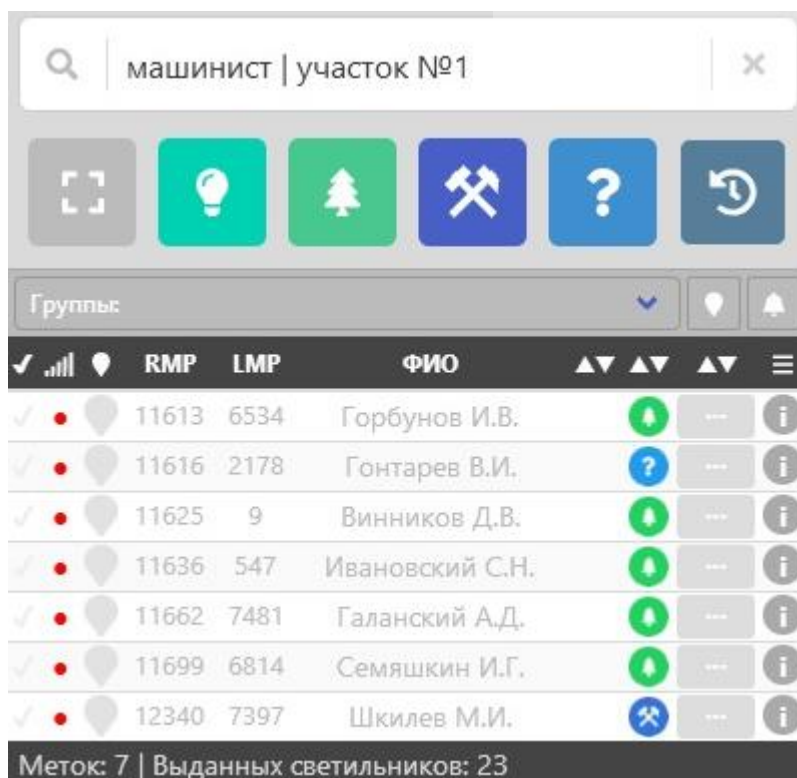

Рисунок 15 - Поиск по нескольким параметрам.
2.7.3.1. Для осуществления поиска сотрудника необходимо ввести в поле поиска номер лампы, ФИО, должность, либо участок (рисунки 13, 14), либо воспользоваться поиском по нескольким параметрам (рисунок 15).